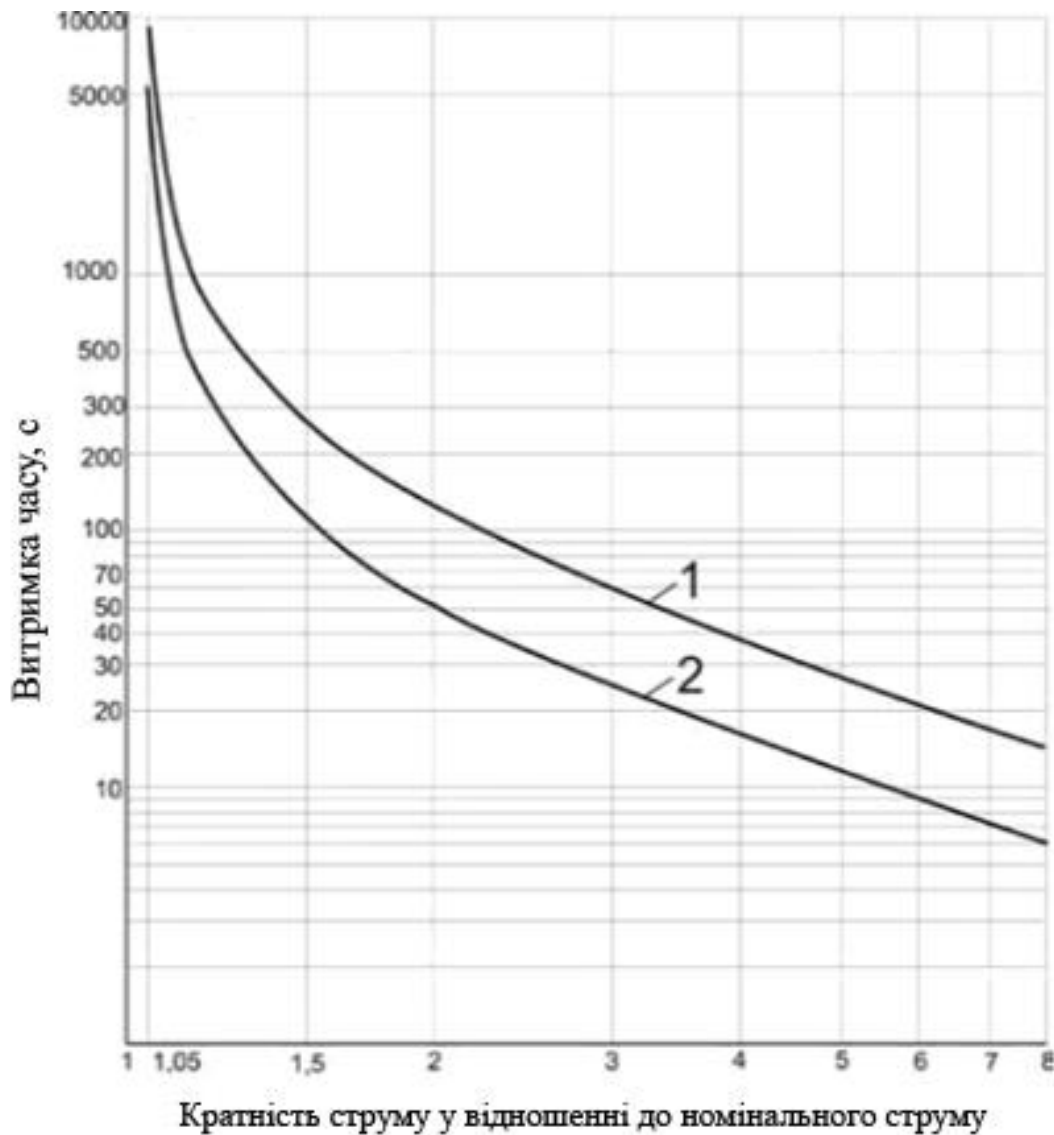

Рис. 2.1 Номінальні часо-струмові характеристики реле РЕЗЕ-6М:
реле (рис. 2.1);
1. Тепловий параметр А є зменшеною вдесятеро постійною часу нагріву двигуна. Він служить для автоматичного вибору уставки витримки часу реле в межах значень, обмежених часо-струмовими характеристиками 1 і 2 (див. рис. 2.1), залежно від теплового стану двигуна при перевантаженні.